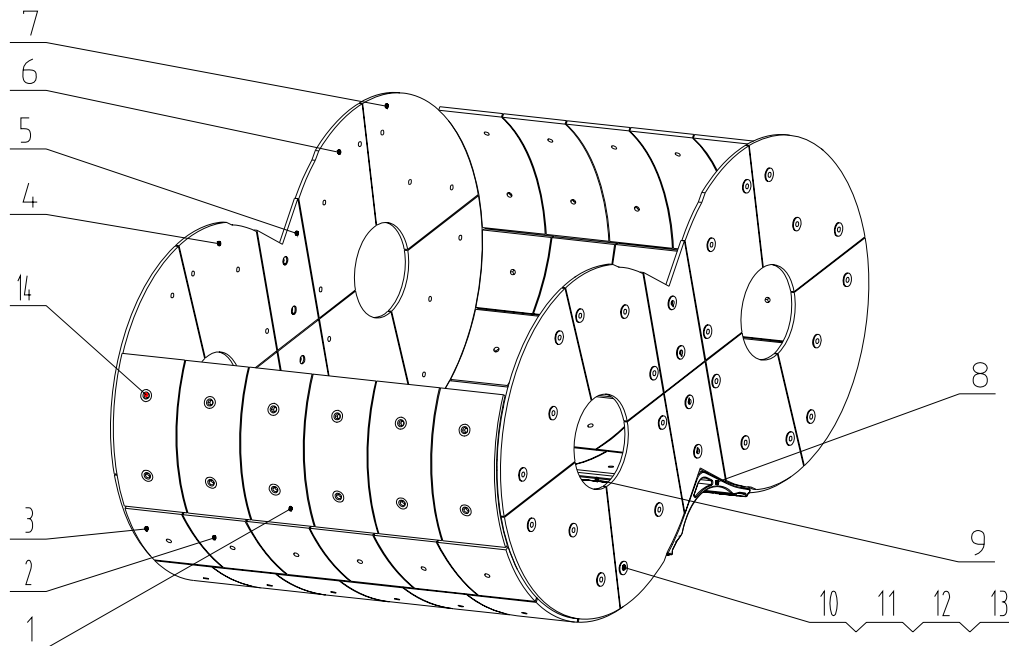
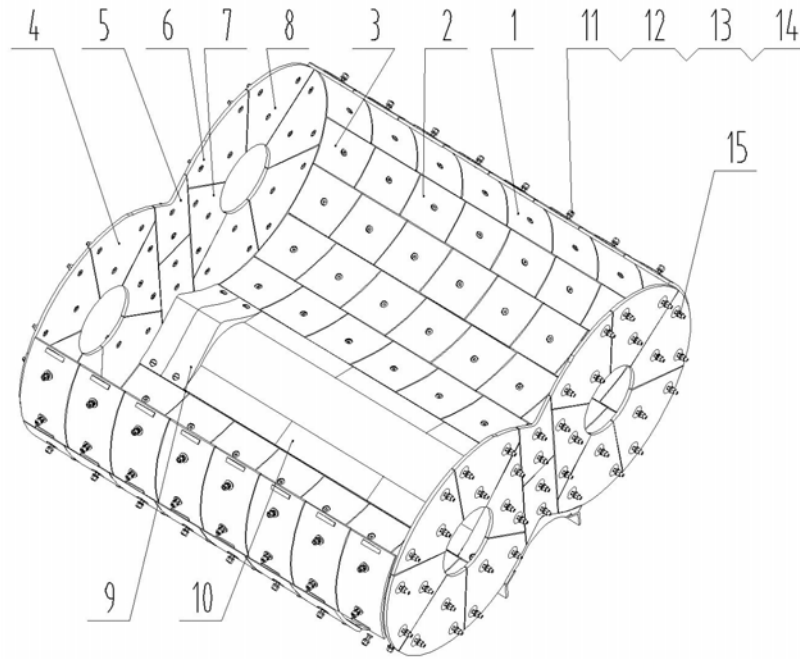
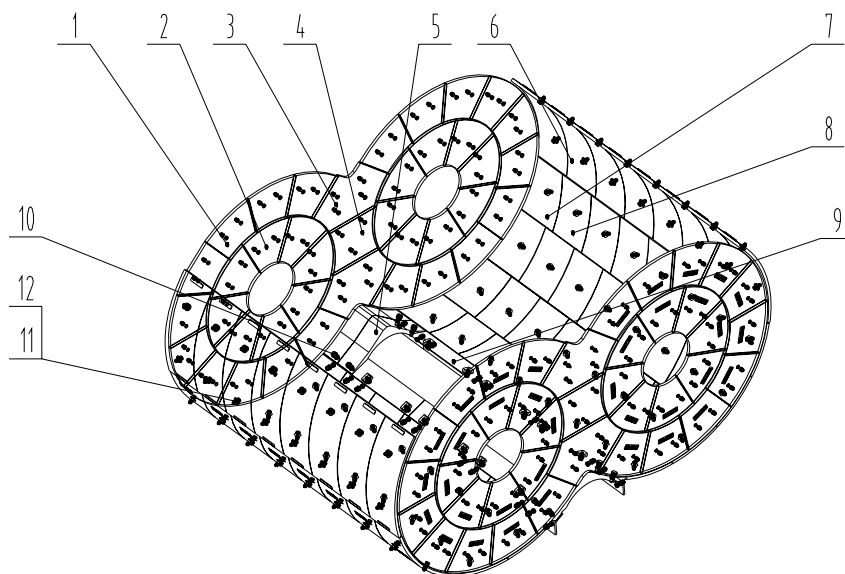

图 8 衬板组件示意图
图 9 JS2000CK 衬板组件示意图
图 10 JS4500 衬板组件示意图
- (1). 拆下两减速机中间的同步传动轴，电机底座调节上升 50mm 左右；
- (2). 取下旧 V 带，装上新 V 带，V 带规格见表 6；
- (3). 紧固电机底座的螺栓，使 V 带拉紧，当给 V 带悬空处中部施加 15kgf 压力时，皮带沿该力方向变形距离为 10-15mm；
- (4). 装上传动轴，确保两搅拌主轴的搅拌臂相位角与图 9、10、11、12 搅拌装置图位置相同；并手动转动皮带轮使搅拌主轴运转 360°，检查搅拌臂是否干涉；
- (5). 调节电机皮带轮和减速机皮带轮的端面平面度不超过 1mm；
本机的搅拌缸体是 ω 形双桶，为了防止搅拌缸体的磨损，在搅拌缸体的内部和侧面装有衬板，衬板安装示意图和衬板明细分别如图 8、图 9、图 10 和表 8、表 9、表 10 所示。
注：图 8 与表 8 适用于 JS1000、JS1500、JS2000、JS2000D、JS3000 型搅拌机，具体零件数量及编码按相应零件图册；
注：图 9 与表 9 适用于 JS2000CK 型搅拌机，具体零件数量及编码按相应零件图册；
注：图 10 与表 10 适用于 JS4500、JS3000D 型搅拌机，具体零件数量及编码按相应零件图册；